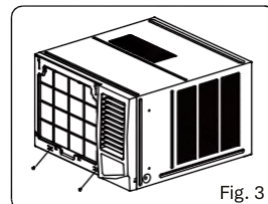

Fig. 3
1. Rimuovere le due viti nella parte inferiore del telaio (cfr. Fig. 3).